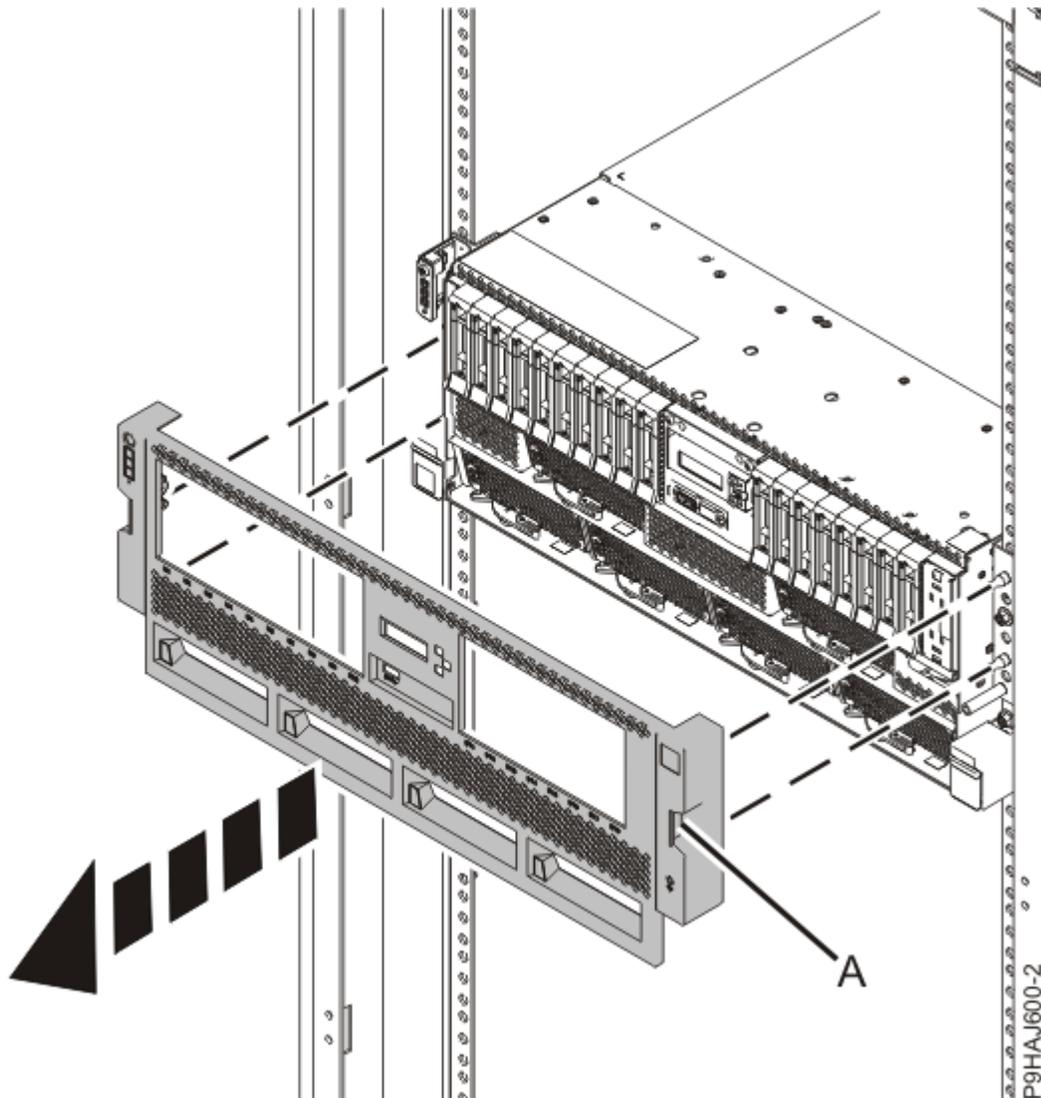

Figura 37. Remover a tampa anterior
3. Para um sistema montado em bastidor, remova a tampa anterior ao a fazer deslizar do sistema. A tampa tem indentações (**A**) onde a pode segurar com mais facilidade. Consulte Figura 37 na página 39.